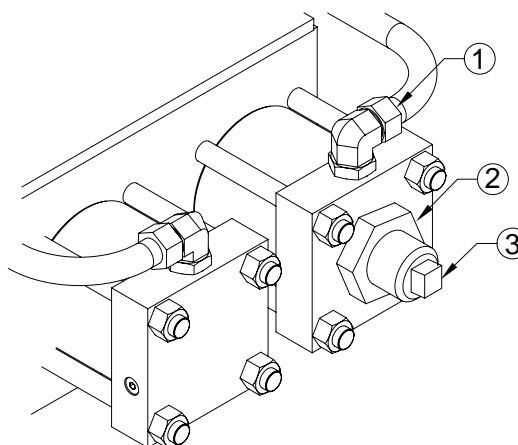

Figura 5.5 Ajuste do Golpe
4. Localize o encaixe hidráulico (1) conectado diretamente à cobertura do cilindro do ajustador de golpe, conforme mostra a Figura 5.5. Solte esse encaixe para permitir que o óleo escape durante o processo de ajuste.